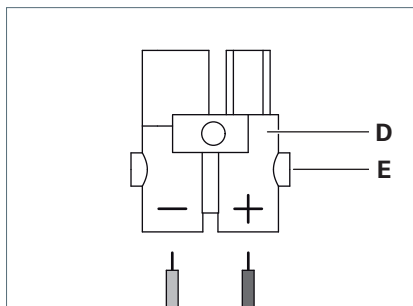

Fig. 4: Affection des connecteurs.
- Dévissez les deux vis **E** de la fiche **D**, voir Fig. 4.